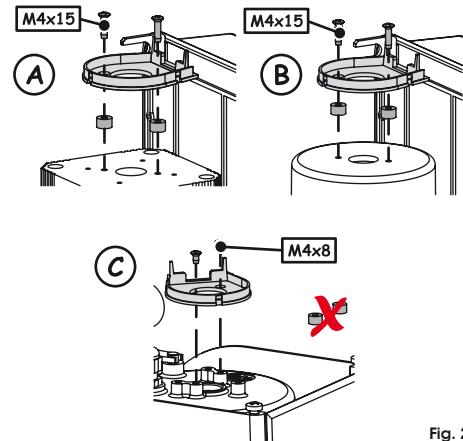

Fig. 2
- Fissare alla calotta motore la base encoder come illustrato in fig. 2. Nei casi **A** e **B** è necessario utilizzare le viti in dotazione M4x15 e gli appositi distanziali. Nel caso il motoriduttore corrisponda al caso **C** i due distanziali forniti non vengono utilizzati e per la base encoder deve essere fissata direttamente alla calotta utilizzando le viti M4x8, fornite nel kit.
- Secure the encoder base to the motor cover, as shown in fig. 2. Use the M4x15 supplied screws and the relevant spacers in the event of **A** and **B** cases. If the gearmotor falls within the **C** case, both supplied spacers are not used and the encoder base must be directly secured to the motor cover by using the M4x8 screws – supplied with the kit.
- Fixer la base de l'encoder à la calotte du moteur d'après la fig. 2. Dans les cas **A** et **B**, utiliser les vis fournies M4x15 et les entretoises. Si le motoréducteur
2. Fije la base encoder a la tapa del motor como se muestra en la fig. 2. En los casos **A** y **B** es necesario utilizar los tornillos suministrados M4x15 y los correspondientes distanciadores. Si el motorreductor corresponde al caso **C**, los dos distanciadores suministrados no se utilizan, y la base encoder debe fijarse directamente a la tapa utilizando los tornillos M4x8 suministrados en el kit.